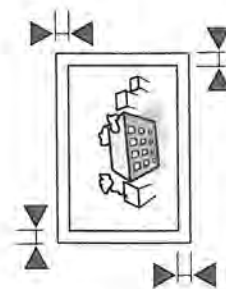

Figura 1
- Conecte el cable de corriente en la fuente de corriente adecuada. Coloque el interruptor I/O en la posición de encendido (I) para comenzar el proceso de calentamiento.
- Centre el artículo a laminar en una bolsa de laminado (figura 1), de modo que los bordes queden parejos en todos los lados.